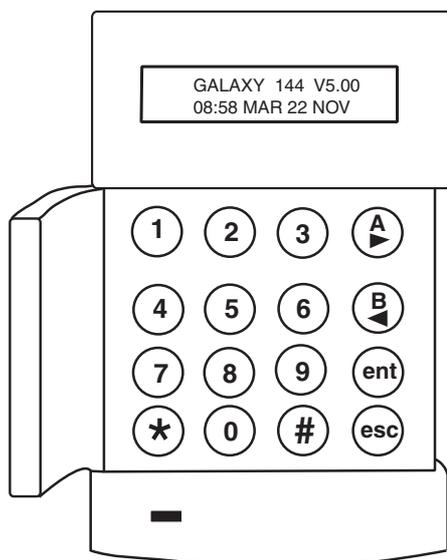

Figura 4-1. Tastiera Mk7/KeyProx Galaxy
- 16 tasti retroilluminati, come illustrato nella figura 4-1